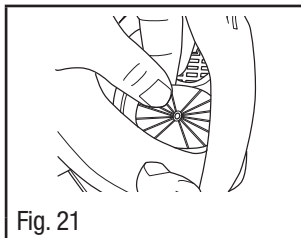

Fig. 21
1. Retirer la soupape d'inhalation en la saisissant et en la retirant du support central (Fig. 21).